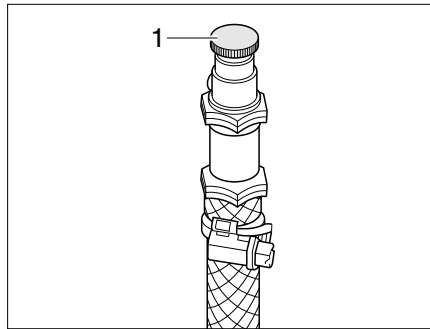

Fig. 375 Valvola di sfiato del riscaldamento ad acqua calda
- Aprire la valvola di sfiato (Fig. 375,1) e lasciare uscire tutta l'aria presente nel circuito.